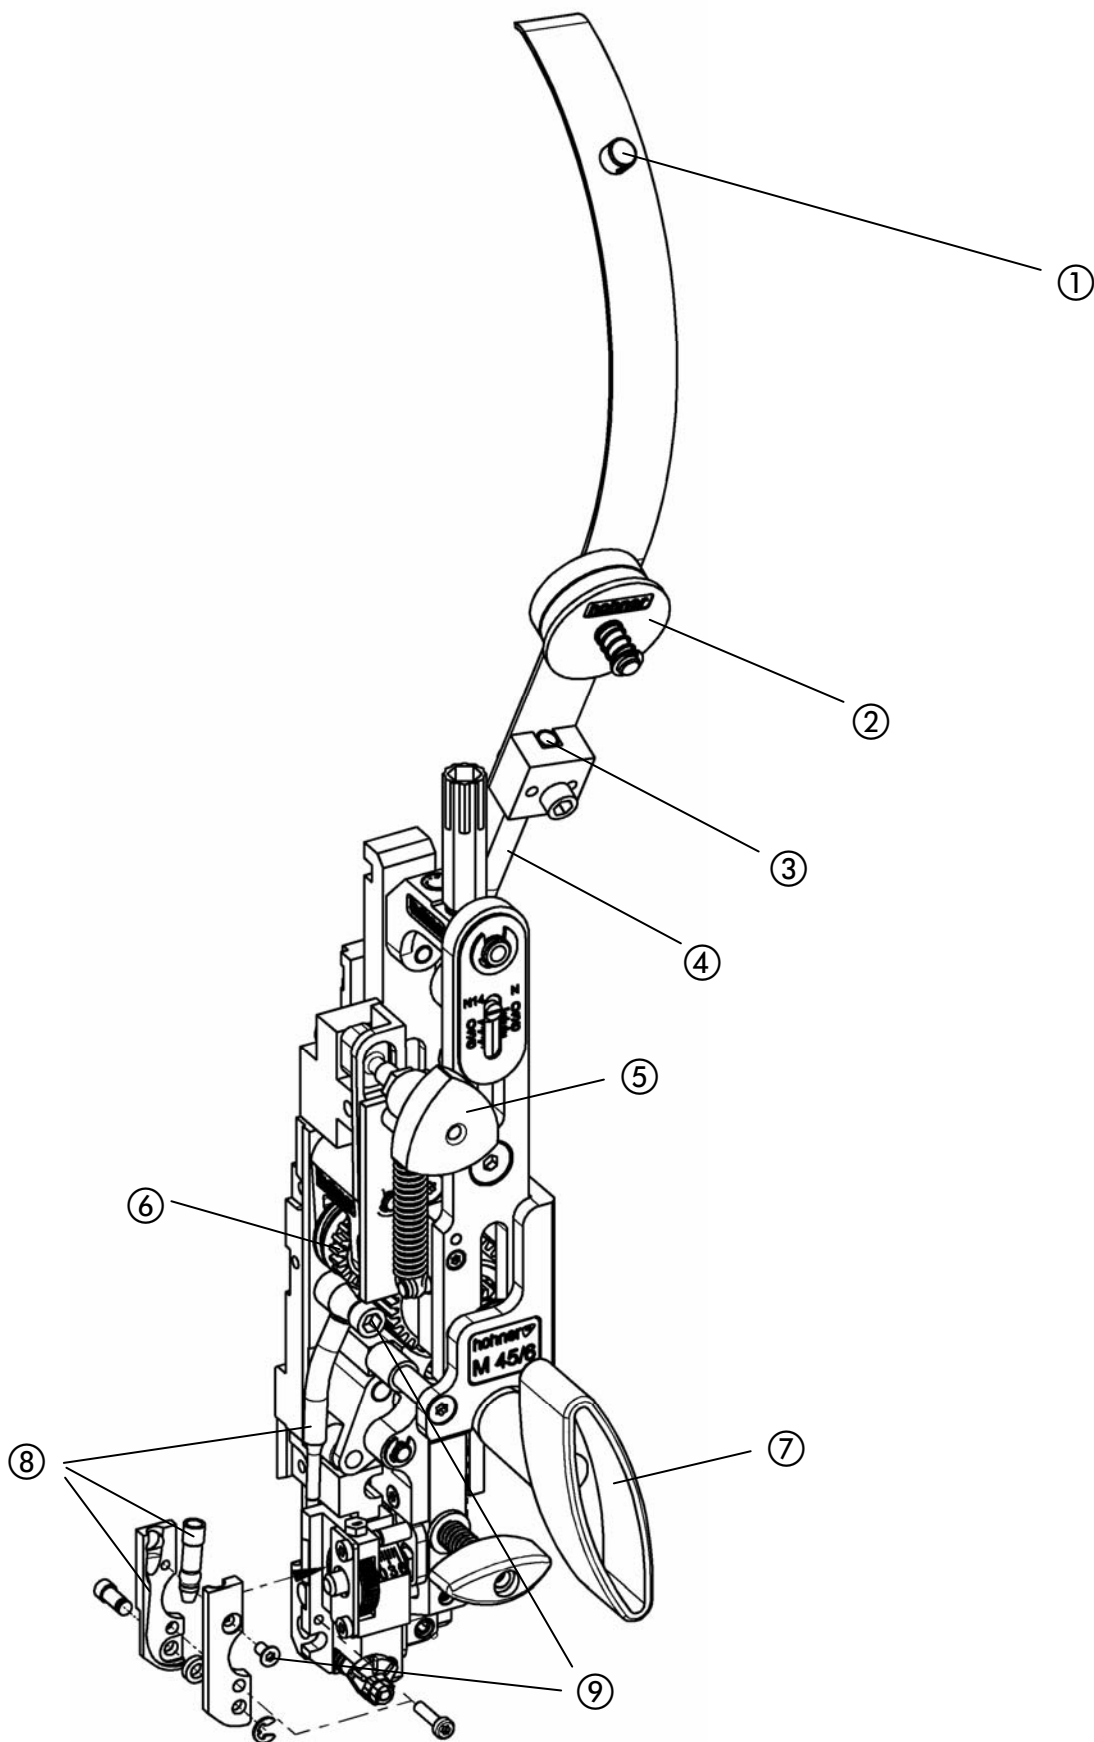

Abb. 9
- Abb. 9 -
- Drahttransport abstellen (Dreikantgriff ⑤ in "Mittelstellung" bringen).
- Drahttransport wieder anstellen (Dreikantgriff ⑤ nach links oder rechts drehen).
- Stellgriff ⑦ aufsetzen.
- Draht durch Rechtsdrehen des Stellgriffs ⑦ bis zum Messer weitertransportieren.